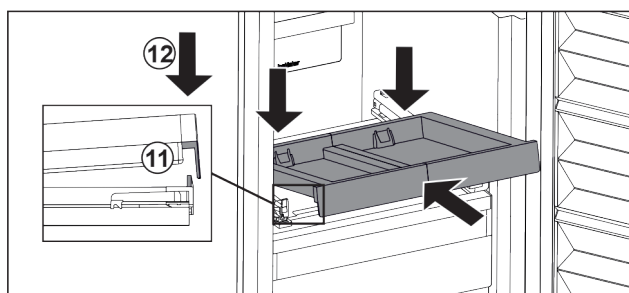

Fig. 103
- ▶ Tolja be ferdén. Ügyeljen arra, hogy az ütköző mindkét oldalon a fül mögé kerüljön. Fig. 103 (11)
- ▶ Helyezze le a kihúzható rács elejét. Fig. 103 (12)